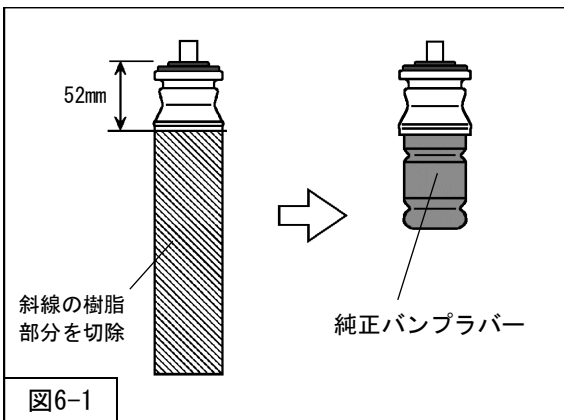

図6-1
・ダストブーツ部分が純正アッパーマウントと一体になっている場合は、図6-1を参考に樹脂部分を切除してください。
2. 純正アッパーマウントは、固定されている純正バンブラバーを取外し、リアショックアブソーバASSYに組付けてください。（図6-1）